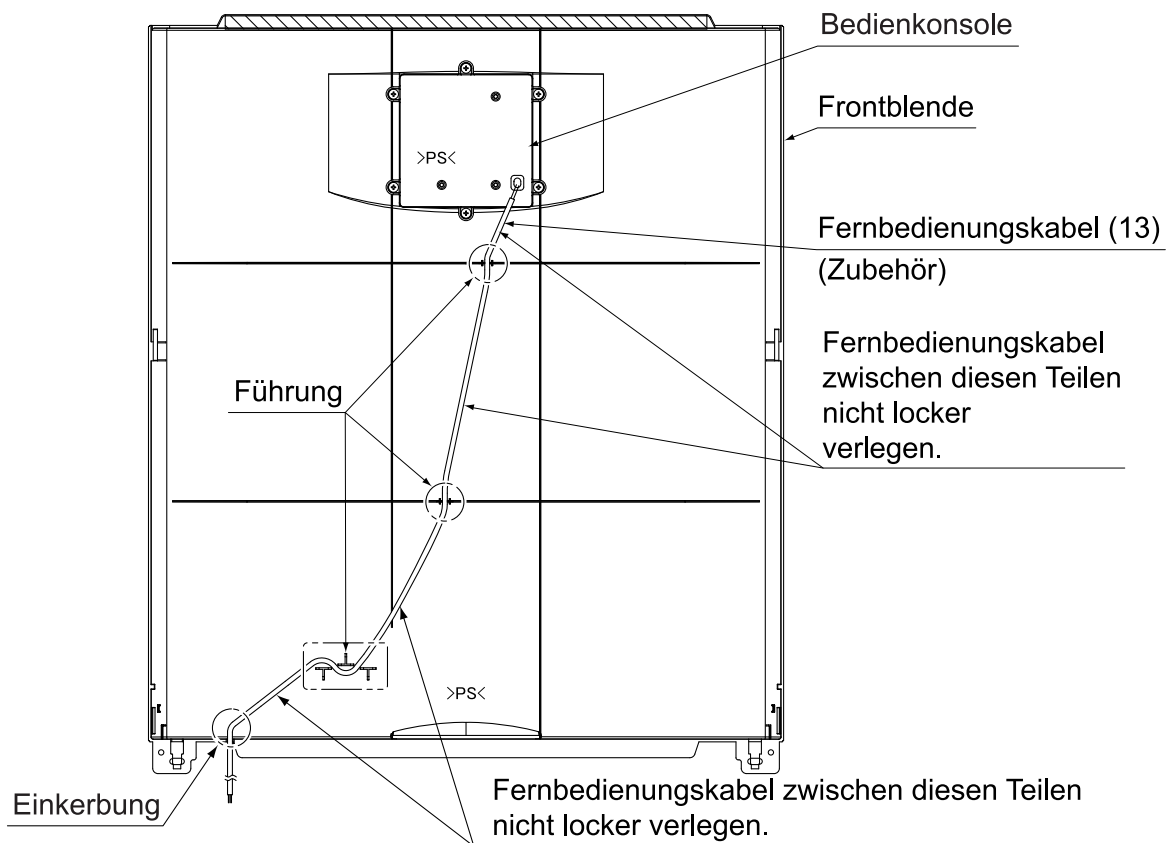

Abb. 27
4. Befestigen Sie die Fernbedienungskabel in der Führung und in der Einkerbung. (Siehe Abb. 27)